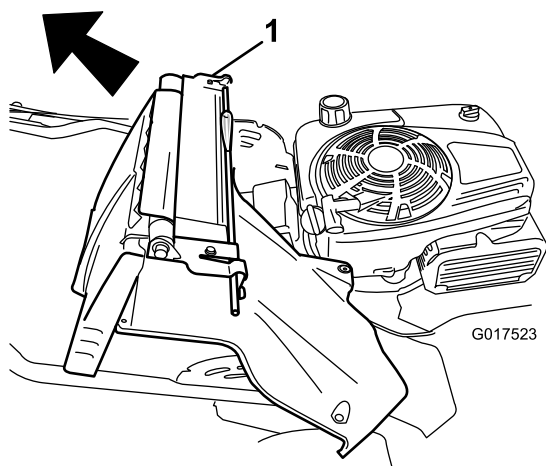

Figure 33
7. Déposez l'ensemble volet arrière et levier de verrouillage du guidon (Figure 33).